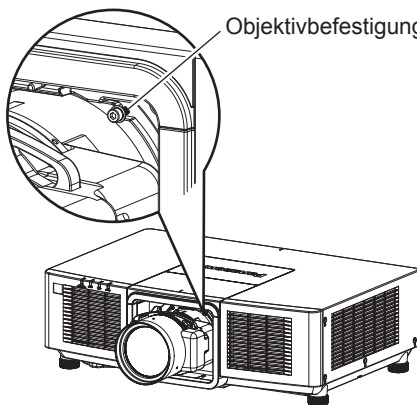

Abb. 1
- 1) Entfernen Sie den staubdichten Schwamm. (Abb. 1)
1) Entfernen Sie die Objektivbefestigungsschraube. (Abb. 1)